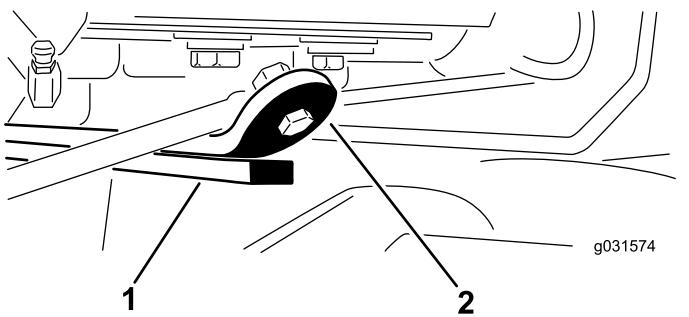

Figure 14
- Démarrez le moteur, levez les unités de coupe et vérifiez que l'écartement entre le segment d'usure sur le dessus de la barre d'usure de l'unité de coupe arrière et la bride de butée est compris entre 0,51 et 2,54 mm, comme montré à la Figure 14.